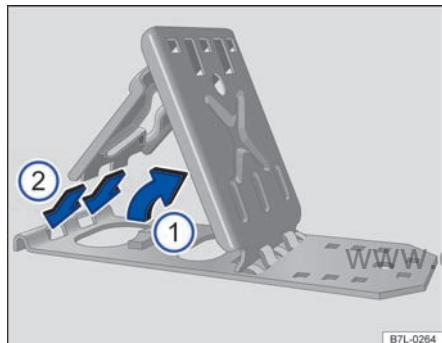

图 259 折出折叠式楔子
- 抬起支承板 ⇒ 图 259 ①。
- 将固定板翻出，然后将固定板的两个“凸缘”完全插入底板的长孔中 ②。
7. 用随车工具中的两个折叠式楔子 ⇒ 图 259 或其他合适的物品卡住斜对面的车轮。